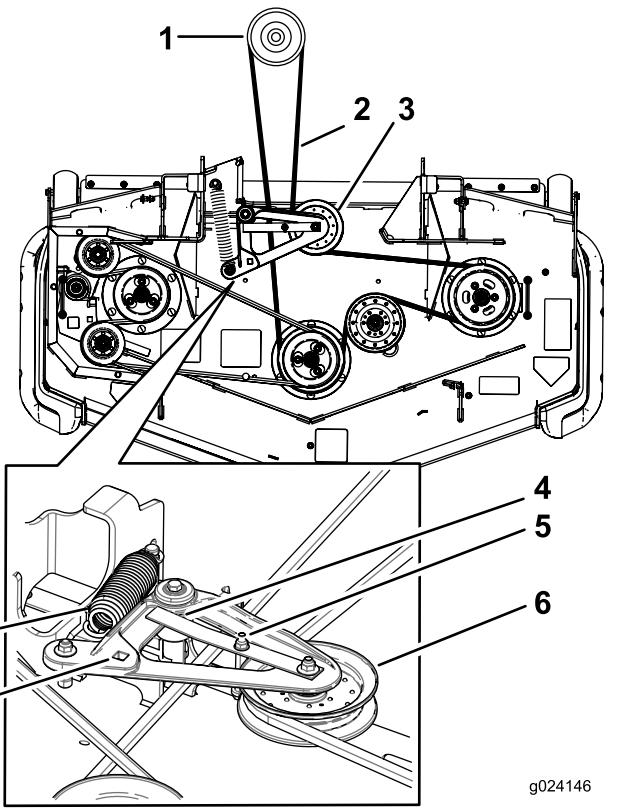

Figura 73
10. Utilizzate un cricchetto nel foro quadrato per installare la cinghia nuova attorno alle pulegge tendicinghia e alle pulegge del tosaerba (Figura 73).
8. Inserite un cricchetto nel foro quadrato del braccio di rinvio per allentare la molla del tenditore (Figura 73).
10. Sollevate l'aletta guidacinghia e rimuovete la cinghia esistente (Figura 73).
11. Montate la nuova cinghia attorno alle pulegge del tosaerba e alla puleggia della frizione, sotto il motore (Figura 73).
12. Ruotate e accertate che l'aletta guidacinghia sia a contatto con il mozzo del perno Figura 73.
13. Con il cricchetto nel foro quadrato, montate la molla del tenditore (Figura 73). Verificare che le estremità delle molle siano sigillate nelle scanalature di ancoraggio.